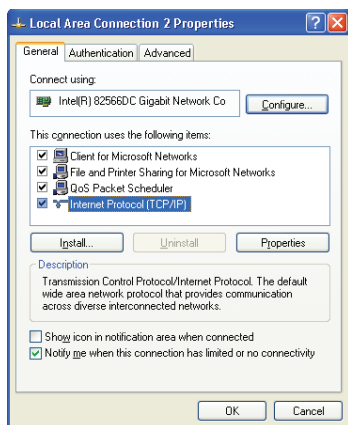

Рис. 4. Окно свойств локального подключения
5. Выберите протокол интернета (**Internet Protocol (TCP/IP)**) (см. рис. 4).